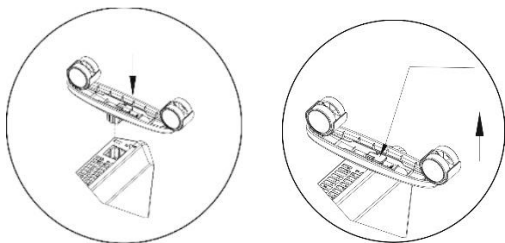

Рис. 1 Установка/снятие ножек
2. Зафиксируйте опоры на конвекторе (Рис.1).